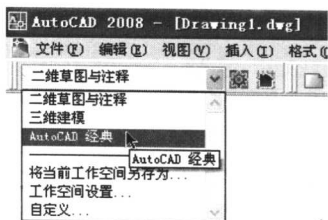

图 1.3 工作空间工具栏
- (4) 如果当前工作需要绘制二维图形,不需要进行三维模型编辑,可以在工作空间下拉列表框中选择【AutoCAD 经典】选项,如图 1.3 所示。